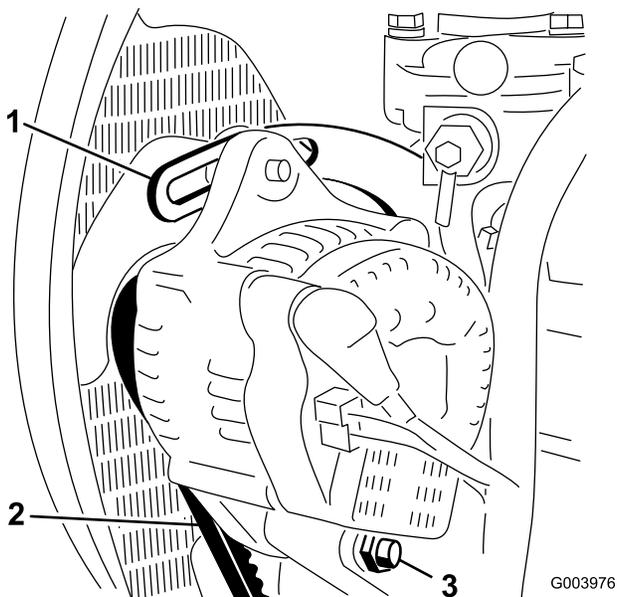

Figura 62
2. Compruebe la tensión de la correa del alternador flexionándola con una presión moderada del dedo pulgar en el punto intermedio entre el alternador y la polea del motor (Figura 62).
3. Afloje el perno que fija el tirante al motor (Figura 62), el perno que fija el alternador al tirante y el perno de pivote.